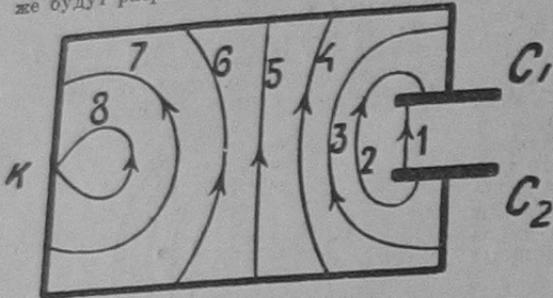
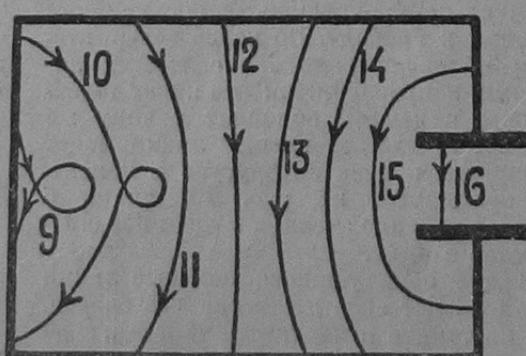
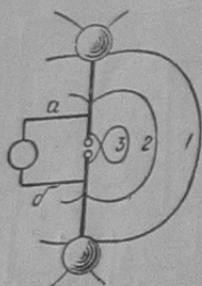
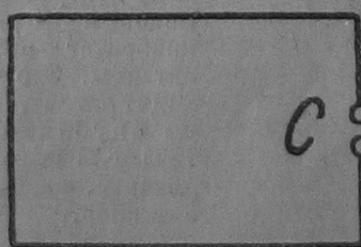

Рис. 15. Продвижение силовой линии в колебательном контуре.
Рис. 16. Дальнейшее продвижение силовой линии.
Рис. 18. Вибратор Герца.
Рис. 19. Резонатор Герца.
Изобразим цепь C_1 отдельно (рис. 15); все дело теперь только в ней. C разряжается, это значит, что силовые линии выходят теперь одна за другую из пространства C_1C_2 , опираясь своими концами в провода. Как это они делают, показывает ход одной из них; из положения (1) она переходит последовательно положения 2...8; когда оба ее конца встретятся в какой-то точке x , электроны верхнего конца силовой линии могли бы пополнить недостаток электронов в ее нижнем конце, и тогда эта силовая линия исчезла бы; если она слаба, если в проводнике большое сопротивление, отнявшее у электронов много энергии — тогда так и будет. Но, вообще говоря, силовая линия по своей инерции будет энергично двигаться вперед и займет последовательно (рис. 16) положения 9...16. Мы видим, что она снова попала в пространство между C_1 и C_2 , но только в перевернутом положении. Когда это случится со всеми силовыми линиями, C_1 окажется заряженным положительно (+), а C_2 — заряженным отрицательно (-). Инерция силовых линий иссякла. Теперь C_1C_2 опять будут разряжаться; все повторится, и C_1C_2 окажется снова заряженными так, как на рис. 15.
Гертц, размышляя иначе, чем мы это теперь делаем, и поступил несколько иначе (рис. 18); он просто развернул вибратор Томпсона; 1, 2, 3 показывают для этого случая, как движутся силовые линии.
Заметим, что около положения (3) на рис. 18 силовая линия также может замкнуться на себя, как и около 8—9 на рис. 15—16 и произвести излучение.
Гертц "принимал" электрические волны приборами, представляющими собой тот же вибратор (рис. 15—17); это был четырехугольный (или круглый) проводник (рис. 19) с перерывом C между шариками. Когда к нему подходили электрические волны, то их силовые линии заряжали шарики то (+), то (-); если "частота" этого вибратора была та же, что и того, который испускал волны, то он приходил в достаточно сильное возбуждение, раскачивался, и между шариками проскачивали искры.
Здесь необходимо обратить внимание на следующее: приемник Герца (рис. 19), его резонатор не заключал в себе никакого элемента, который бы мог